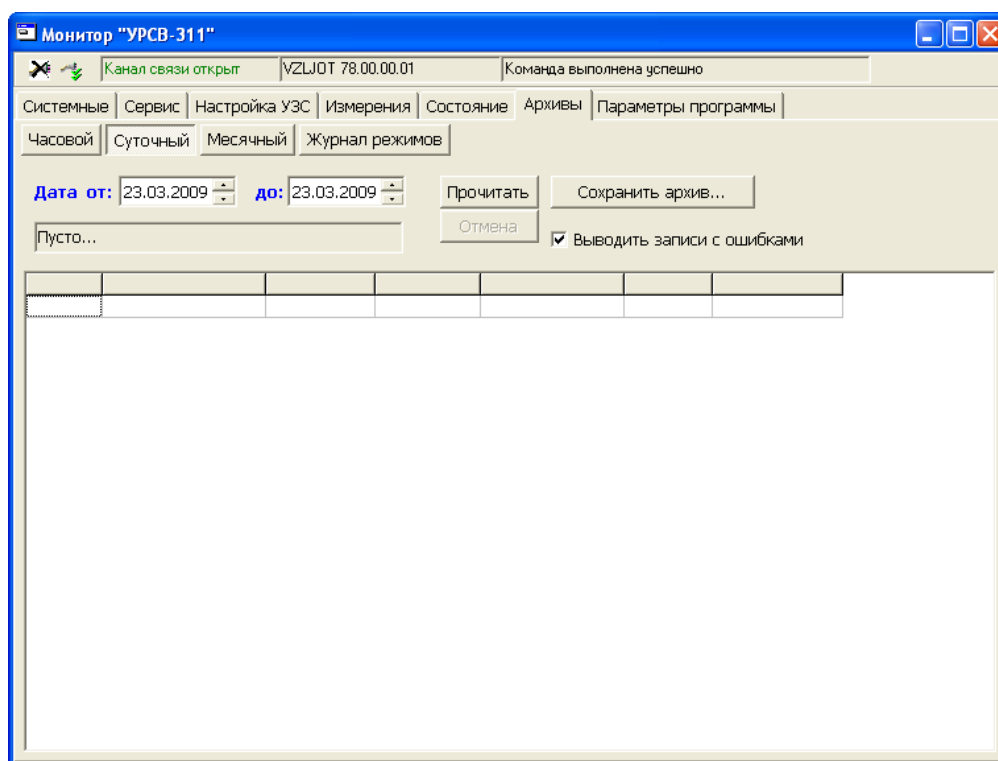

Рис.9. Окно «Архивы» программы «Монитор УРСВ-311».
2.5.6. Для считывания архивов необходимо перейти во вкладку «Архивы» (рис.9), выбрать вид архива (часовой, суточный или месячный), установить требуемый интервал в окнах «Дата» и «Время» и нажать кнопку «Прочитать».